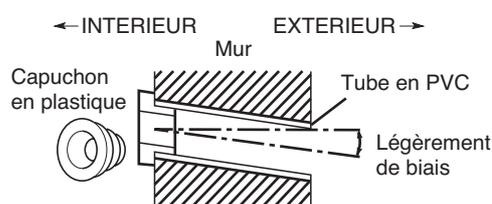

Fig. 3-18
- (6) Placez le capuchon en plastique sur l'extrémité du tube (côté intérieur uniquement) et insérez celle-ci dans le mur. (Fig. 3-18)